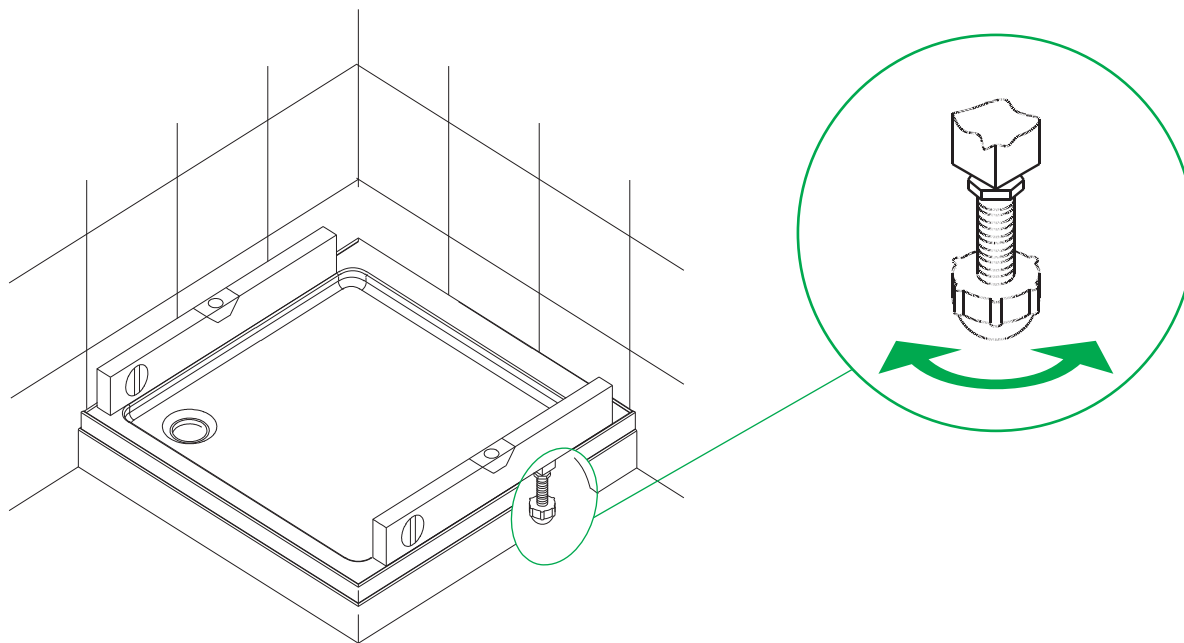

Рис. 5 / 5-сур.
2. Установите поддон в горизонтальном положении, используя уровень и регулировку ножек поддона (рис. 5).